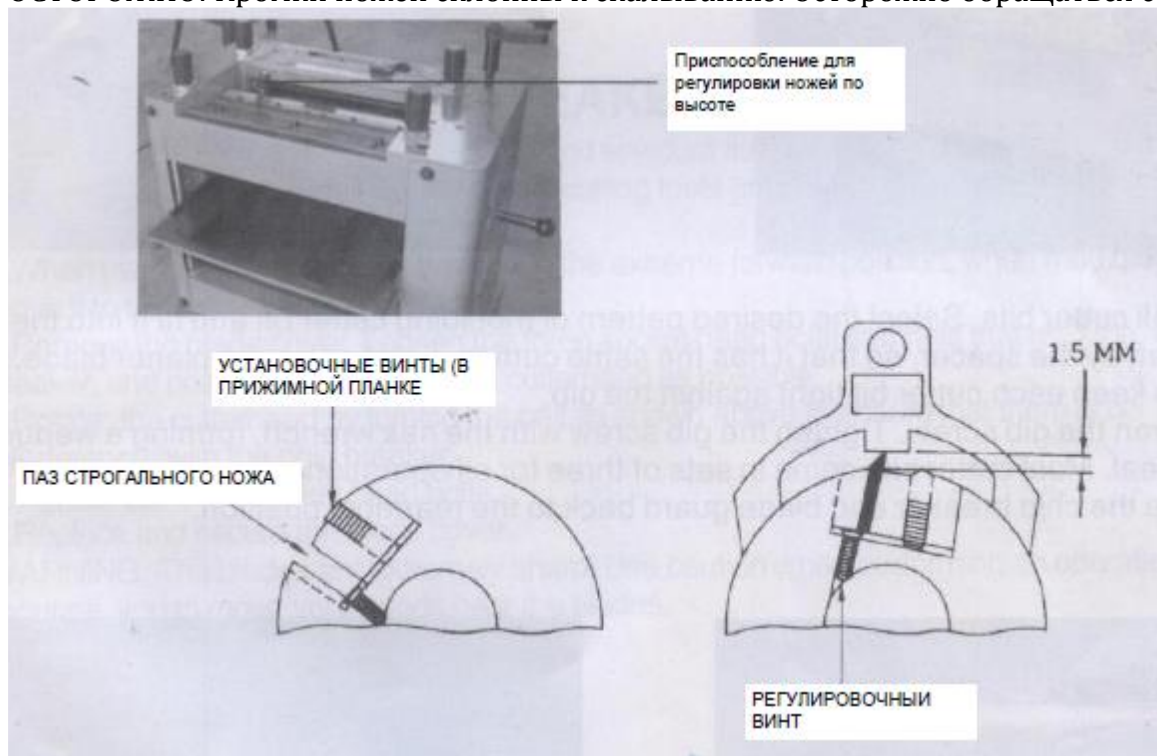

Рис.8
3. Медленно затянуть прижимные планки, убедившись, что все три ножа и прижимные планки сидят плотно и надёжно после регулировки. **Рис.8**